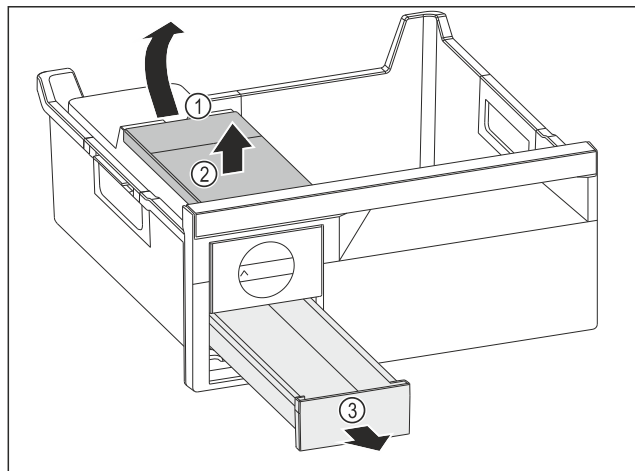

Fig. 75
- ▶ Изваждане на резервоара за вода: Повдигнете резервоара за вода при прореза Fig. 75 (1).
- ▶ Извадете резервоара за вода Fig. 75 (2) нагоре.
- ▶ Извадете чекмеджето за ледени кубчета Fig. 75 (3) напред.